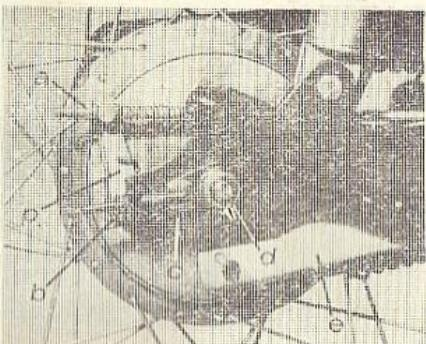
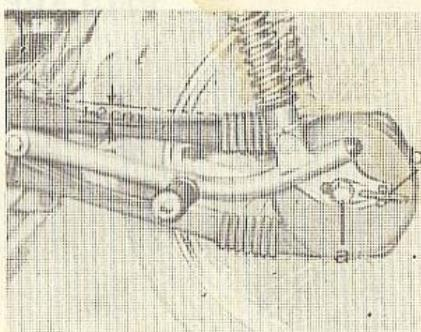

Fig. 22
Fig. 23
Apăsați pîrghia frînă „p“ (fig. 22) și strîngeți piulița „a“ pînă cînd, apăsînd pedala frînă (fig. 9) cca 25 mm, roata va fi frînată; în această situație se obține o cursă liberă la pedală de cca 15 mm.
1. Slăbiți piulița „d“ (fig. 22) a axului roții și piulița „a“ (fig. 23).
2. Stringeți piulița „b“ (fig. 23) pînă cînd lanțul pe verticală are o săgeată (se poate deplasa) circa 1—2 cm. Rotiți roata spate încet, pentru a vedea dacă lanțul nu este prea întins.
3. Verificați la ce reper marcat pe furcă se găsește întinzătorul stînga și pentru a avea poziția corectă a axului roții spate (roțile aliniate), stringeți piulița „b“ (fig. 22) pînă ce și întinzătorul dreapta va fi la același reper marcat pe furcă.